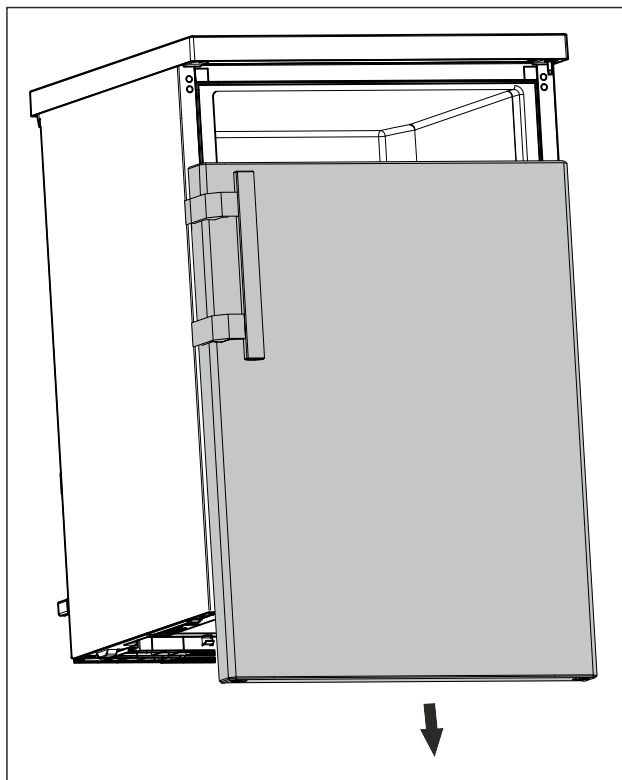

Fig. 13
- ▶ Verwijder de deur naar beneden. (zie Fig. 13)